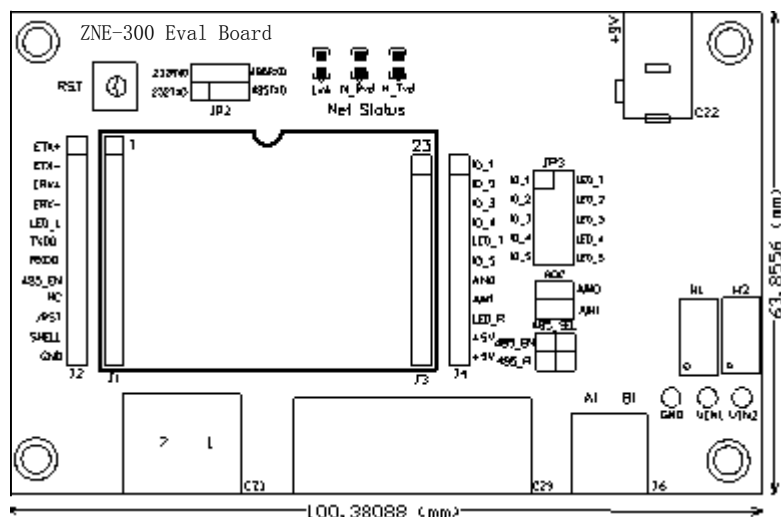

图 2.8 评估板与 ZNE-100TL 的连接方式
- 最后介绍的是评估板与 ZNE-100TL 模块的连接。如图 2.8 所示，首先观察模块的引出管脚的 1 脚的位置，然后在评估板上找出插座 1 脚的地方，对应插紧即可。因为模块的引出管脚一排是 12 脚一排是 11 脚，而评估板上的连接座同样也是一排是 12 脚一排是 11 脚，所以不容易插错或插反。**注意！如果插上模块上电后，模块上的电源灯不亮请马上拔掉电源，检测是否接错。**